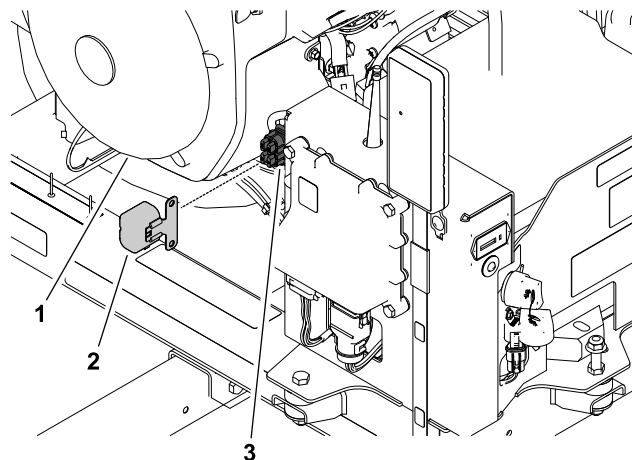

Рисунок 42
1. В передней внутренней части стойки управления снимите крышку блока плавких предохранителей (Рисунок 42).
2. Извлеките перегоревший предохранитель из блока предохранителей (Рисунок 42).
Блок предохранителей является частью жгута проводов машины. Он расположен позади приемника на правой стороне стойки управления (Рисунок 42).